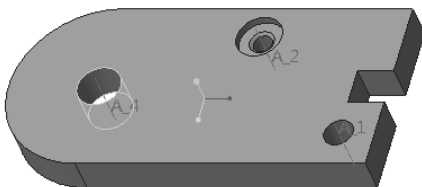

图 6-22 创建孔 3 特征
- 6) 在“孔”选项卡中单击  (完成) 按钮, 创建的孔 3 特征如图 6-22 所示。